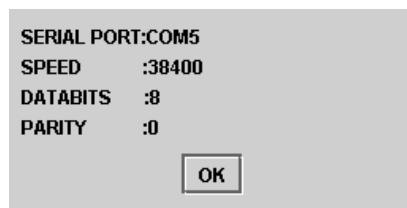

Figura 4. Menú de Activación
Figura 4 servidor de aplicaciones
- Llenar los campos : Cabecera (2), Fabricante (6) y No _ serie (10) con valores en hexadecimal.
- Dar un clic en “Activar” para iniciar la comunicación del puerto RS-232 con el lector, la primera vez sale una ventana con los valores con los cuales se configuro el puerto elegido, ver figura 4